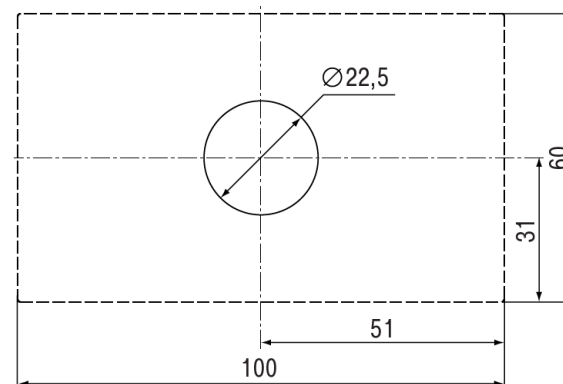

Рисунок 2.2 – Установочные размеры прибора
1. Подготовить в щите круглое отверстие диаметром 22,5 мм (см. рисунок 2.2).